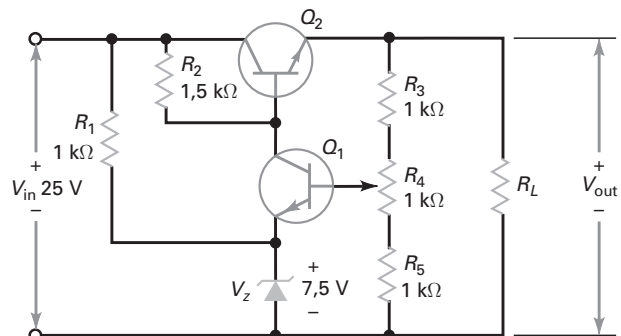

Figura 9-34
- 9-26** O potenciômetro na Figura 9-34 pode variar de 0 a 1 kΩ. Qual é a tensão na saída quando o cursor está no centro?
- 9-27** Qual é a tensão na saída na Figura 9-34 se o cursor estiver no seu ponto máximo superior? E se estiver no ponto máximo inferior?
- 9-39** Na Figura 9-34, qual é a potência dissipada em Q_2 quando o cursor estiver no centro e a resistência de carga for de $100\ \Omega$?